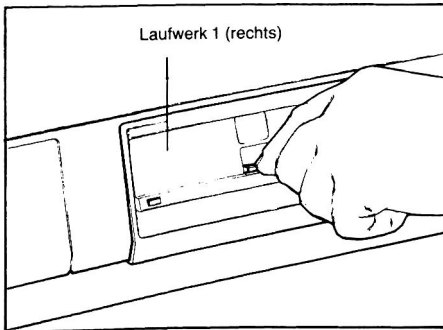

Bild 3.5 Öffnen des Laufwerks
- a) Zum Öffnen des Laufwerks den kleinen Schieber auf der Klappe nach unten drücken. Die Klappe springt dann auf (Bild 3.5).